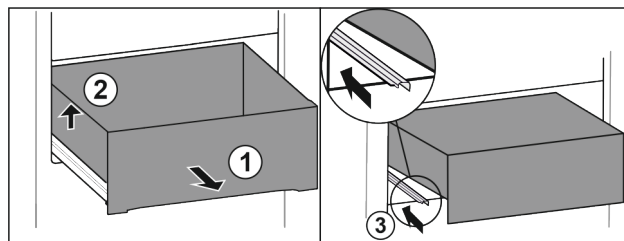

Fig. 71
- ▶ Vytáhněte zásuvku až na doraz. Fig. 71 (1)
- ▶ Nadzvedněte zásuvku vlevo. Fig. 71 (2)
- ▶ Zasuňte levou kolejničku. Fig. 71 (3)